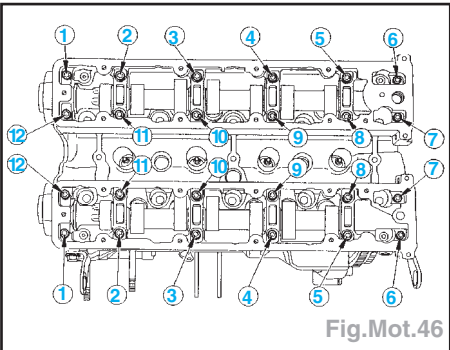

Fig.Mot.46
- Approcher puis serrer progressivement les vis et les serrer dans l'ordre et au couple de (Fig.Mot.46) :